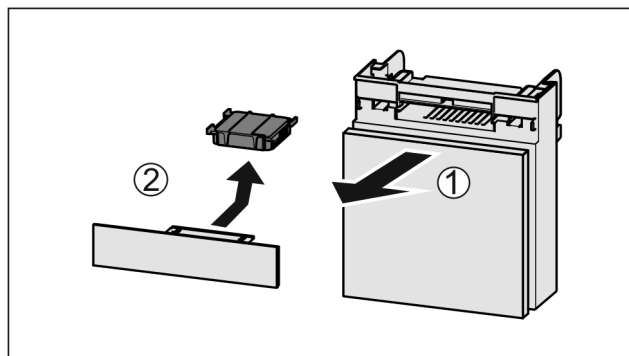

Fig. 137
- Extraire le compartiment par l'avant Fig. 137 (1).
- Sortir le filtre à charbon actif Fig. 137 (2).